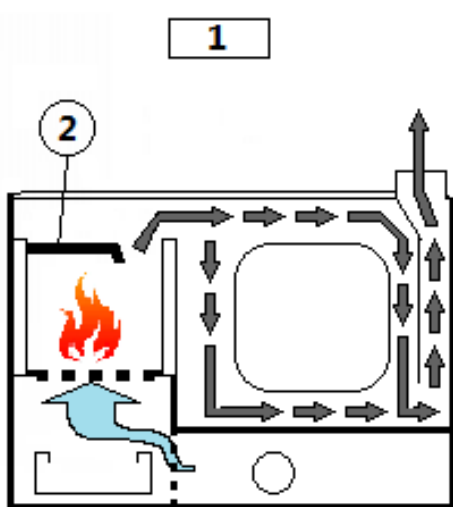

Fig. 32 - Riscaldamento+cottura forno alta temperatura
LEGENDA Fig. 32 a pag. 29
- Verificare che il deflettore interno sia in posizione come descritto (vedi **Fig. 32 a pag. 29**). In questa posizione, il giro fumi è ridotto nel focolare ed è più diretto al forno. Viene leggermente penalizzato lo scambio termico all'acqua del riscaldamento e alla piastra superiore di cottura.